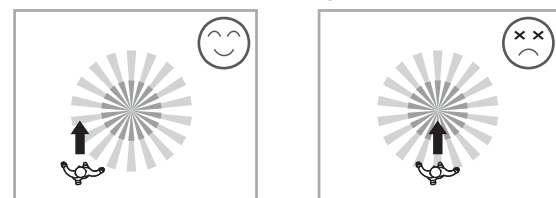

FIG. 3
- 3.1.2 Prêtez attention à la direction de déplacement durant la phase d'essai. Il est plus sensible au mouvement effectué à travers le détecteur et moins sensible au mouvement effectué directement vers le détecteur, ce qui réduit la couverture de détection (Voir FIG.3).